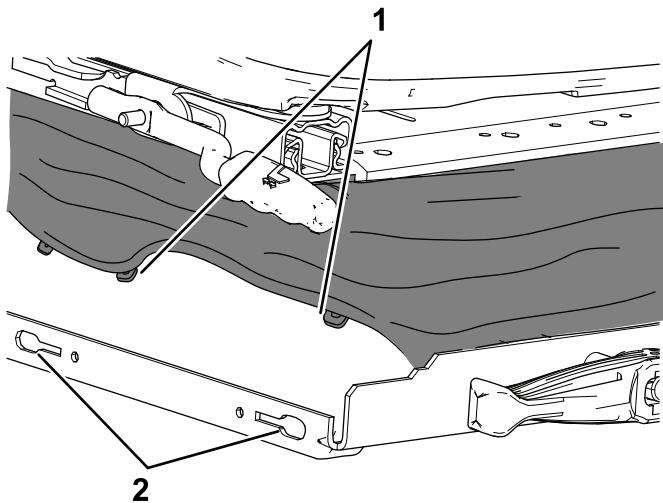

Bild 6
1. Nehmen Sie die Muffe wie folgt von der unteren Kante des Sitzunterteils ab (Bild 6):